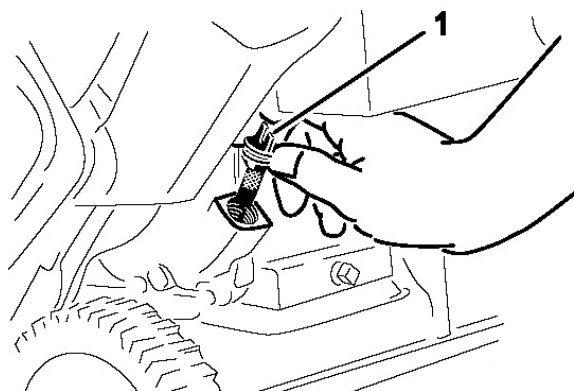

Рисунок 10
2. Очистите поверхность вокруг крышки масляного бака. (Рис. 10)